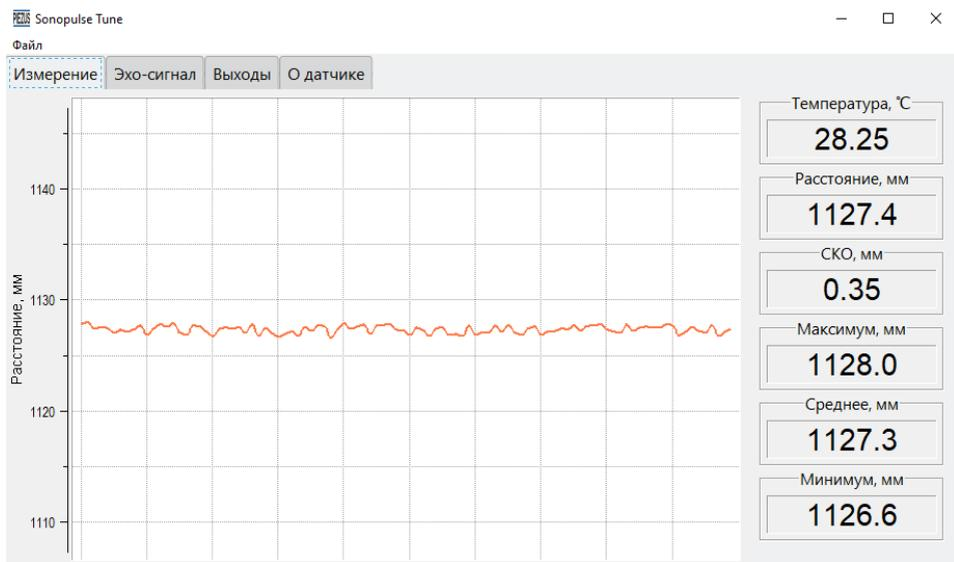

Рисунок 2.2 – Вид главного окна программы «Sonopulse Tune», вкладка «Измерение».
2) После соединения с датчиком появится главное окно, где доступны для выбора вкладки: **Измерение**; **Эхо-сигнал**; **Выходы**; **О датчике** (рисунок 2.2).
3) На вкладке **«Измерение»** выводятся текущие значения всех измеряемых параметров (рисунок 2.2):